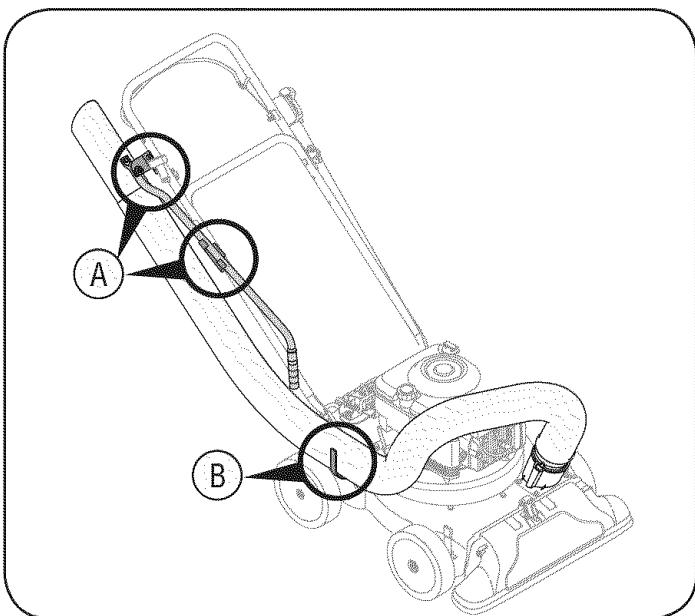

Figura 6
b. Sitúe el caño de la manguera en el gancho de soporte junto al canal de la cortadora. Vea la figura 6.